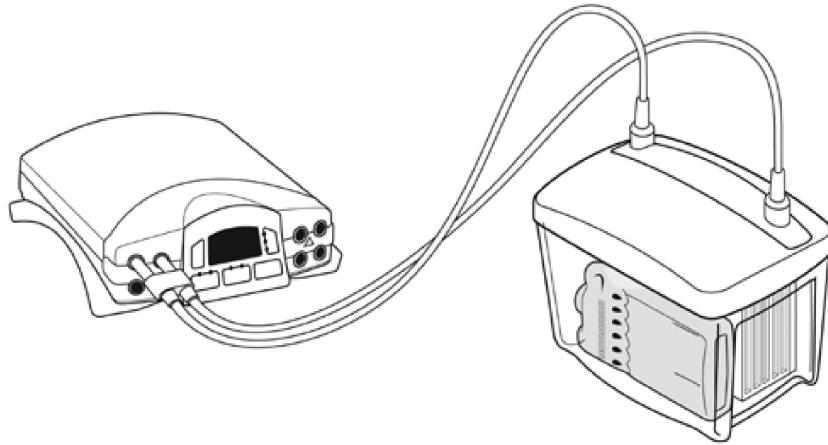

图 6 将电泳槽与电源相连，开始转膜电泳
(8) 盖上上盖，将电源线插入电泳电源开始转膜电泳(参照图 6)。不同转膜缓冲液的电压和转膜时间设定参见表 1；